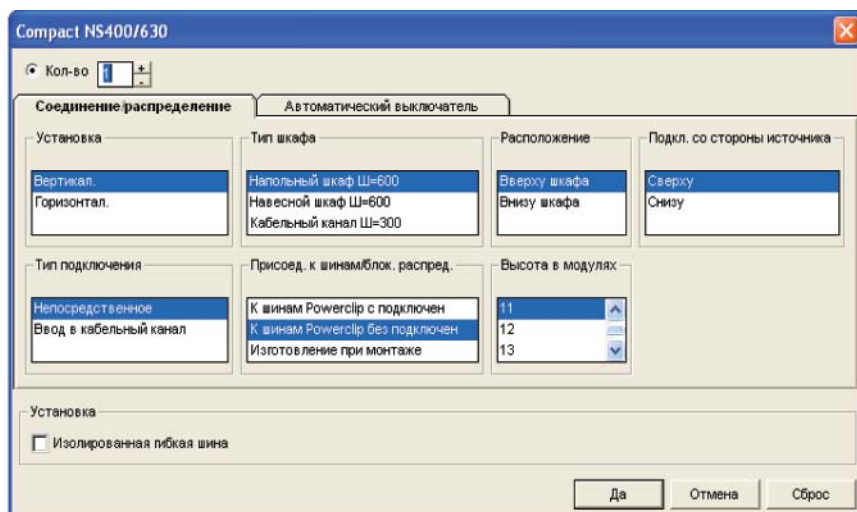

Рис. 61
d) нажимаем кнопку “Да” и получаем комплект для установки автоматического выключателя Compact NS400 в шкаф. Отдельно выбираем и сам устанавливаемый аппарат (рис. 61).